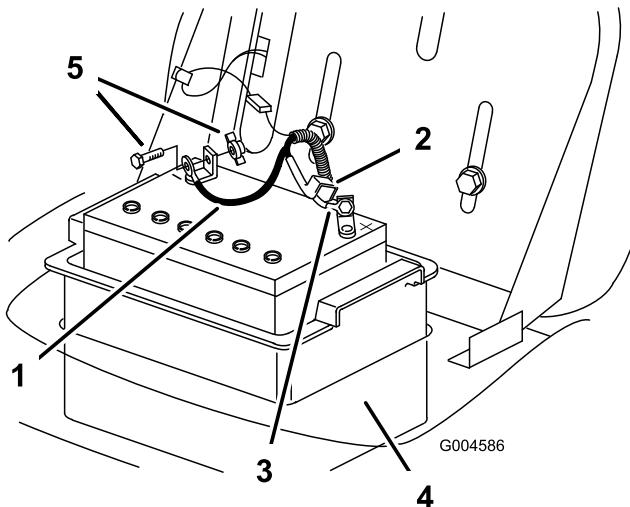

Figura 28
7. Desconecte el cable negativo de tierra (negro) del borne de la batería (Figura 28).
4. Usando el perno y la tuerca de mariposa, conecte el cable negativo (negro) al borne negativo (-) de la batería (Figura 28).
9. Desconecte el cable positivo (rojo) del borne de la batería (Figura 28).
10. Retire la caja de la batería y la batería del chasis (Figura 28).
1. Coloque la batería en la caja de la batería e instálela en el chasis (Figura 28).
2. Usando el perno, las arandelas y la tuerca, conecte el cable positivo (rojo) al borne positivo (+) de la batería (Figura 28).